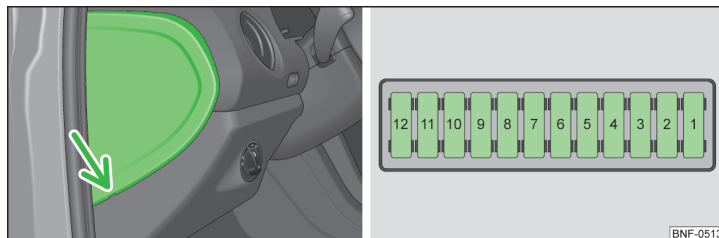

Fig. 126 Sikringsboksens afdækning / Sikringer
- Skub en skruetrækker ind i åbningen i afdækningen i området ved pilen » Fig. 126.